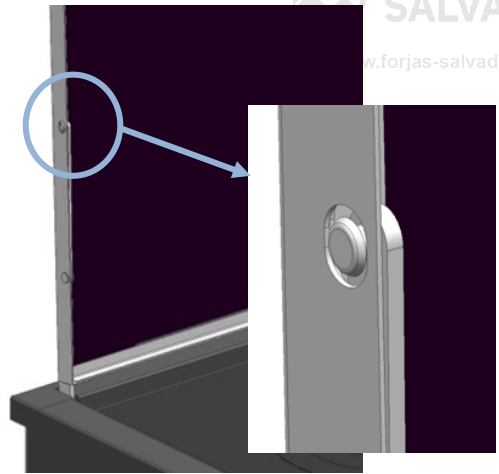

FIG. 16
- Sortez la tige de retenue du cadre de la vitrocéramique (figure 16), descendez-la et introduisez-la dans l'orifice prévu à cet effet du sous plateau émaillé.